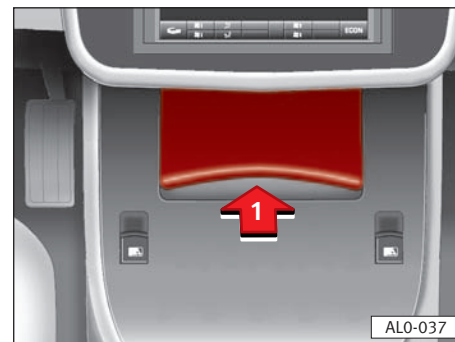

Fig. 118
Para abrir el cenicero, empujar la tapa en el sentido de la flecha ①, hasta que la tapa quede encajada estando el cenicero totalmente abierto ⇒ fig. 118.